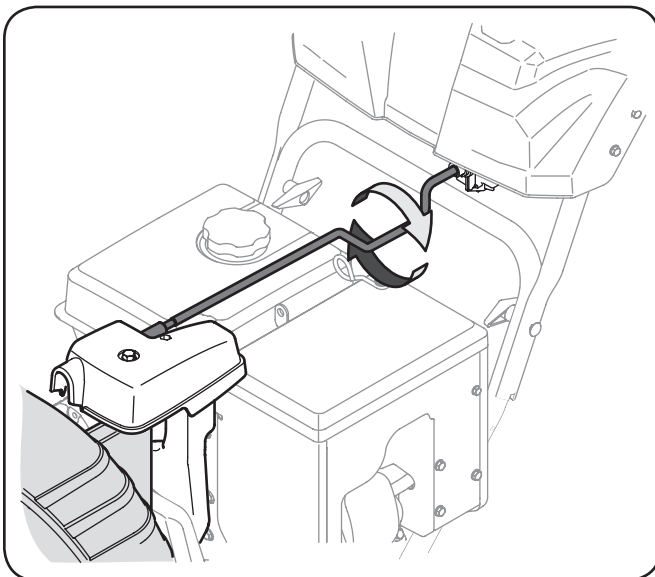

Figura 4-3
4. Agarre la parte dentada de la barra de control tolvá y gire manualmente el conjunto de la canaleta hacia la derecha o hacia la izquierda. Ver la Figura 4-3.